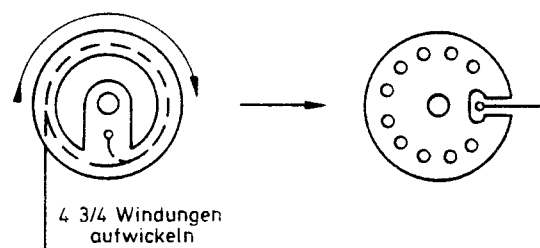

Abb. 4
- Das Seil auf der kleinen Rolle 4½ Windungen (rechtsherum) aufwickeln, die Rolle auf der Rollennachse hinten links aufstecken und mit der unteren Rolle zusammenkuppeln (siehe Abb. 4).
- Ist die Differenz der Nockenstellung zueinander größer als 3 mm, so ist eine Korrektur der Stellung der beiden kleinen Seilrollen (Abb. 4) zueinander vorzunehmen. Dabei ist die obere Seilrolle anzuheben und ein Loch vor bzw. zurück in die untere Seilrolle einzukuppeln.